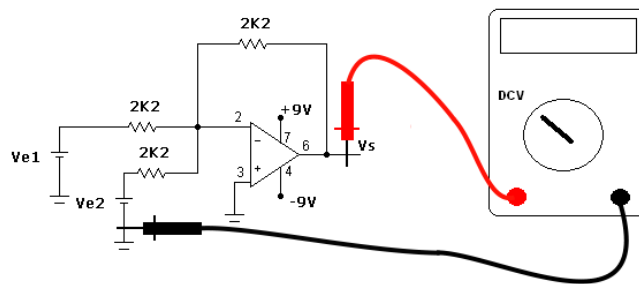
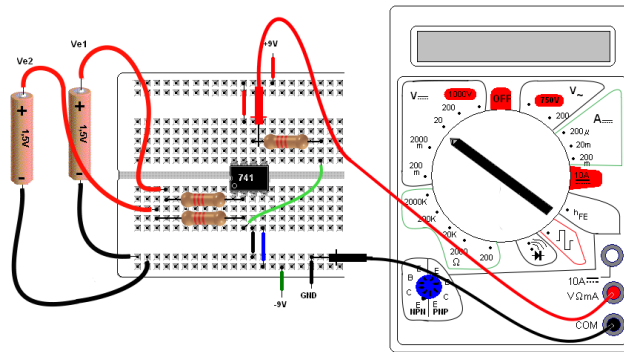

Figura 3: circuito somador inversor - parte experimental
Figura 4: Amplificador somador inversor - sugestão de layout na MP
1. Para o circuito da Figura 3 calcule a tensão saída para cada uma das combinações das tensões de entrada da tabela 1.
2. Monte o circuito da Figura 3 na MP de acordo com sugestão de layout da Figura 4. Meça a tensão na saída para cada uma das combinações das entradas da tabela 2. Obs: indique na tabela 2 os valores efetivos das tensões das pilhas, por exemplo o valor efetivo da pilha 1 é 1,45 V, da pilha 2 é 1,47 V da associação de duas pilhas é 2,9 V etc.